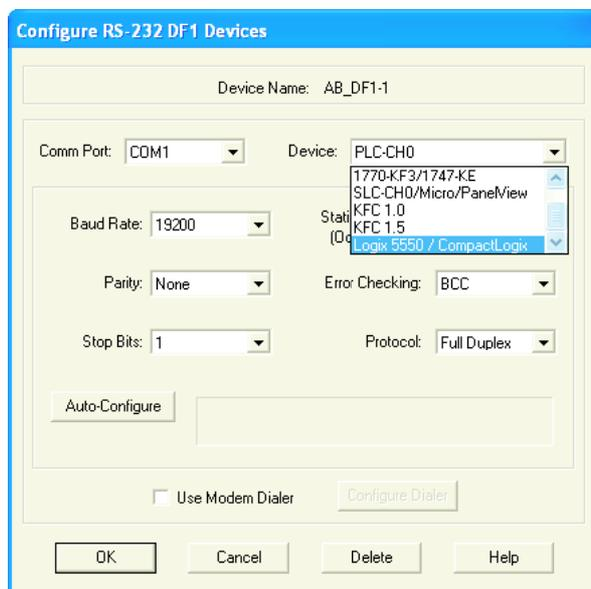

Figure 79 Configurer les dispositifs RS232 DF1
7. Cliquer sur « Ajouter nouveau » et saisir un nom de pilote adapté dans la fenêtre pop-up qui apparaît alors. Cliquer sur « OK ». La fenêtre « Configurer les dispositifs RS-232 DF1 » s'ouvre (Figure 79).